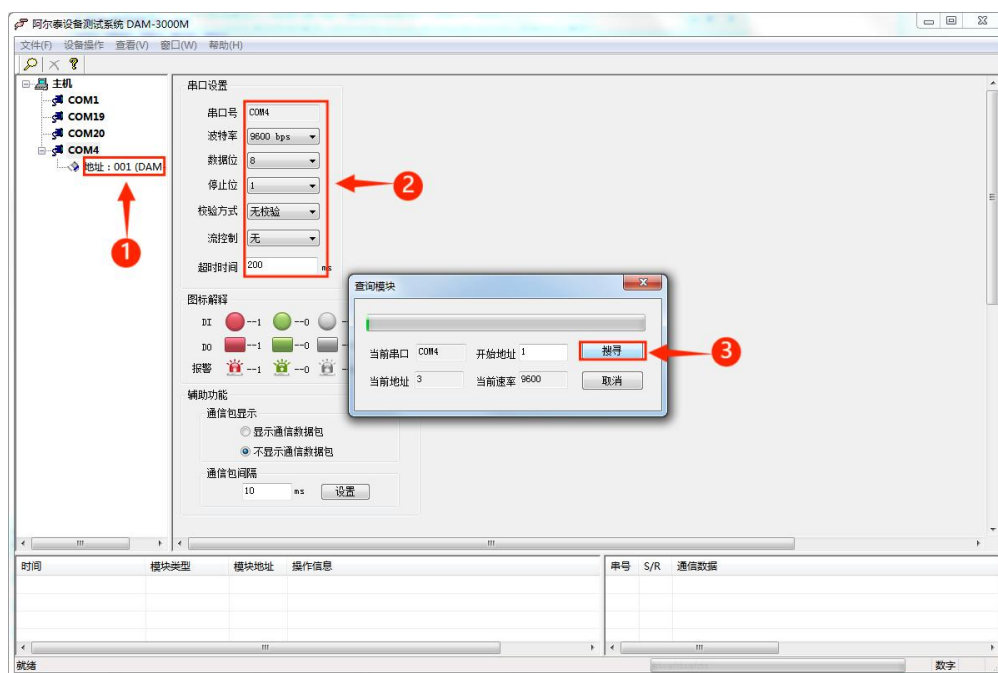

图 15
- 1) 连接好模块后上电，打开 DAM-3000M 高级软件，点击连接的串口，出现下面界面，点击如图 15-①弹出对话框，图 15-②可以选择设置搜索模块参数，图 15-③点击搜索可对模块进行搜索